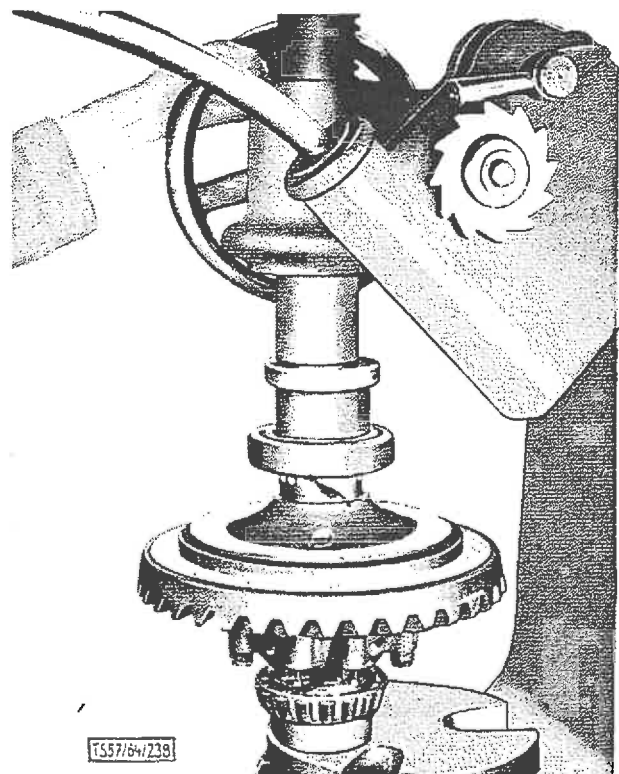

BILD 29: Kegelrollenlager auf ihren Sitz pressen
8. Innenringe der Kegelrollenlager (25/21) mit Rollenkranz auf ihren Sitz auf dem Ausgleichsgehäuse pressen (Bild 29)